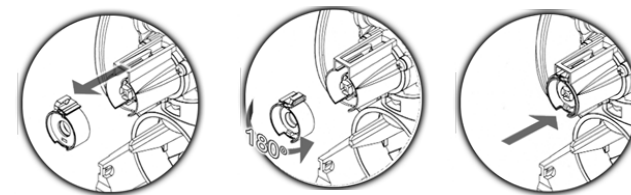

図 5. 一時「オン保持」ボタンを「ロックオン」ボタンに変える
- バルブディスクを 180° 回転させ、挿入し直します。バルブディスクの外側に付いているマグネットはバルブディスクを固定するのに必要ですので、マグネットが見えるようにします。マグネットがバルブディスクの内側の左にある場合は、バルブディスクが落ちてしまいます(図 5 参照)。